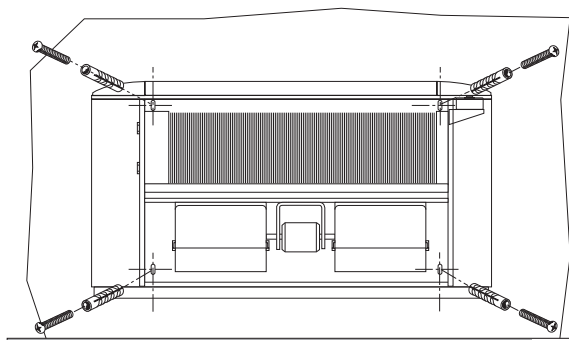

Fig. 7
- Per il fissaggio al muro (fig. 7) usare dei tasselli ad espansione (non forniti).
- Use expansion plugs (not supplied) when mounting the unit on the wall (fig. 7).
- Pour la fixation murale (fig. 7), utiliser des vis tamponnées (non fournies).
- Zur Wandbefestigung (Abb. 7) Spreizdübel verwenden (nicht im Lieferumfang enthalten).